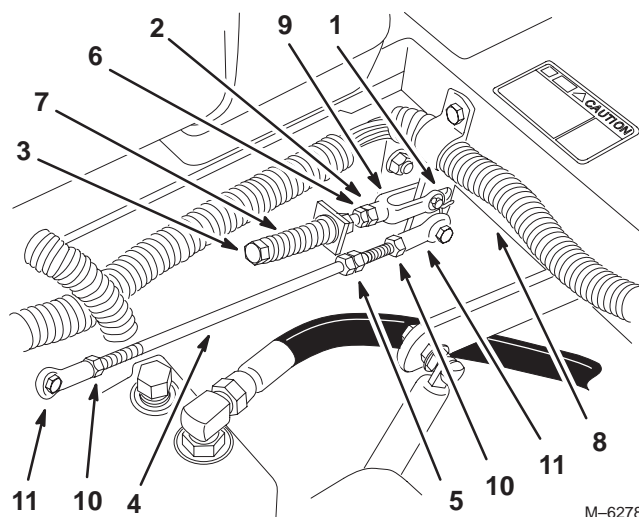

Figure 55
5. Placez le levier au point mort, **sans le verrouiller** (Fig. 55).
6. Tirez-le ensuite en arrière jusqu'à ce que l'axe de chape (situé sur le bras au-dessous de l'axe de pivot) touche l'extrémité de la fente (c.-à-d. commence juste à appuyer sur le ressort) (Fig. 55).
8. Si un réglage s'impose, desserrez l'écrou et l'écrou de blocage (Fig. 55).
10. Serrez l'écrou et l'écrou de blocage (Fig. 55).
1. Desserrez les contre-écrous sur les rotules de la tige de commande de la pompe (Fig. 55).
3. Réglez la longueur de la tige de pompe en tournant les doubles écrous dans le sens voulu, jusqu'à ce que la roue soit immobilisée ou tourne légèrement en marche arrière (Fig. 55).
6. Serrez les contre-écrous contre les rotules (Fig. 55).